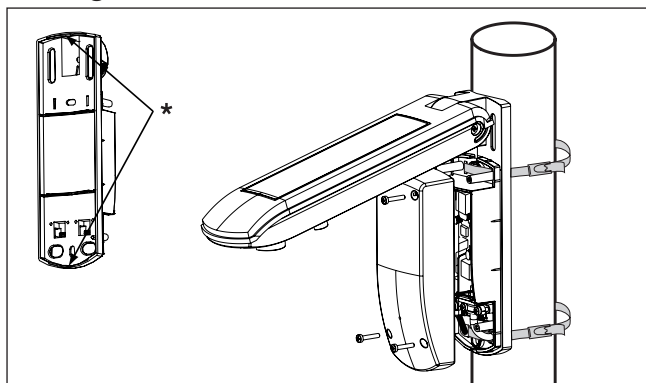

Abb. 4 Montage an einem Standrohr
- Entfernen Sie die dünnen (dreieckigen) Stege an der oberen und unteren Kante der Montageplatte mit einem Seitenschneider (Abb. 4 *).